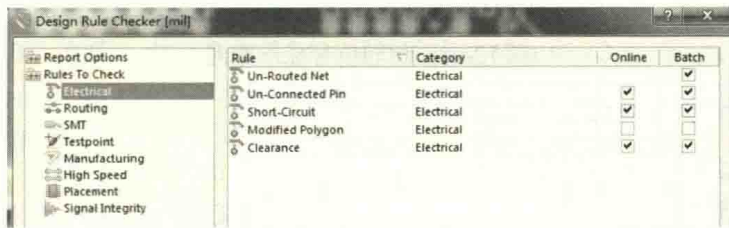

图 12-66 DRC 设置对话框
(1) 按快捷键“TD”，打开 DRC 设置对话框，勾选需要检查的规则项，一般把“Online”和“Batch”都进行打开，如图 12-66 所示。